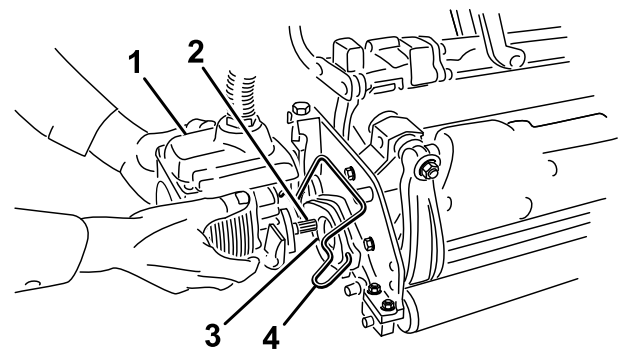

Figura 37
6. Cubra el eje acanalado del motor de la unidad de corte con grasa limpia (Figura 37).
7. Introduzca el motor en el lado izquierdo de la unidad de corte (visto desde el puesto del operador) y tire de la barra de retención del motor (en la unidad de corte) hacia el motor hasta que oiga un "clic" en ambos lados del motor (Figura 37).